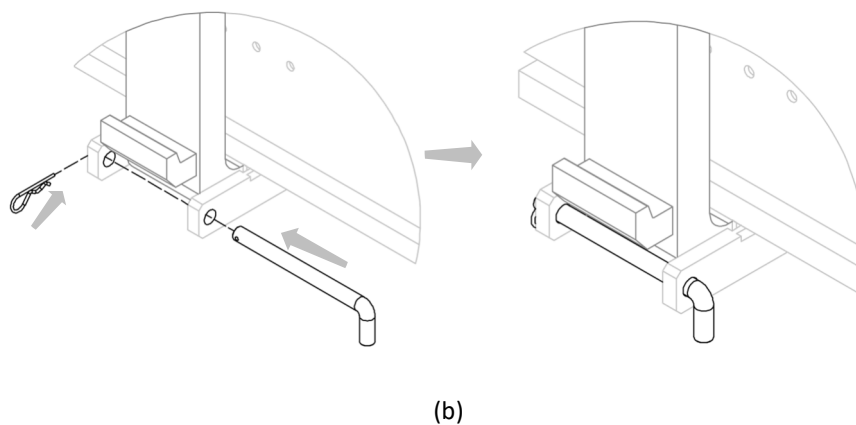

Figura 8
6. Cerrar los topes de horquilla (ver *Figura 8*).